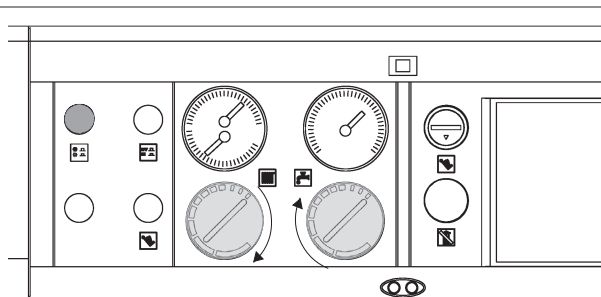

Fig. 4.3
- si la instalación posee un reloj programador, controlar que esté "activado" (fig. 4.3).
- poner el termostato de la caldera a la temperatura deseada (fig. 4.3);
- poner el termostato del acumulador a la temperatura deseada (fig. 4.3);
- poner el selector de función Verano, Invierno (fig. 4.3);